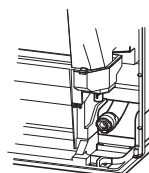

Fig. 4
- Prilikom provlačenja odvodnih cevi, vodite računa da se odvodno crevo (1) provuče kao što je prikazano. (Fig. 4)